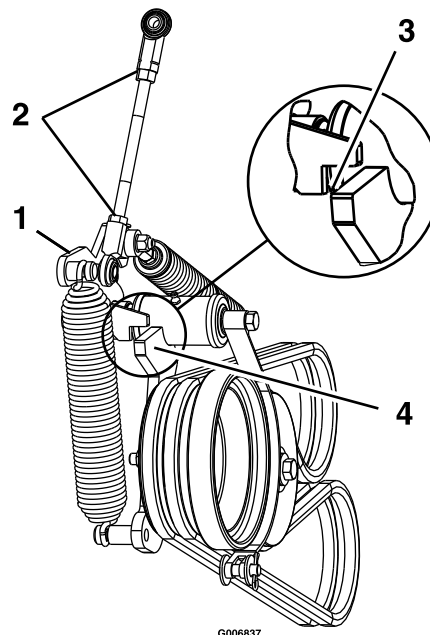

Figura 58
13. Allentate i controdadi e regolate la tiranteria fino a quando la parte superiore del braccio di rinvio non è allineata con la parte inferiore della scanalatura sul braccio di tensione, come illustrato nella Figura 58.